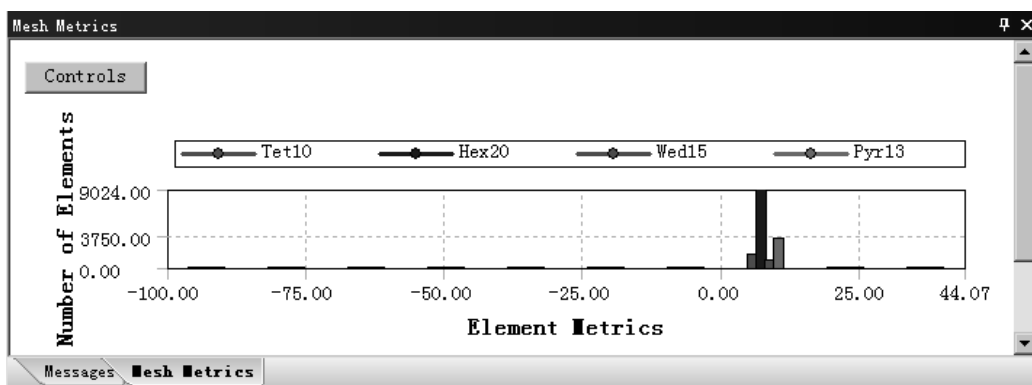

图 4.5.11 检查结果统计图表 (三)
- ◆ **Jacobian Ratio (雅克比率)**。雅克比率适应性较广，一般用于处理带有中节点的单元，选择此选项后，在信息栏中打开图 4.5.11 所示的检查结果统计图表。